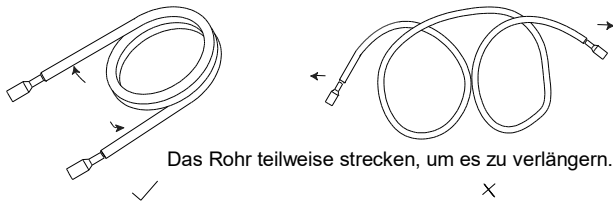

Abb. 10
- (2) Biegen Sie die Rohre nicht über 90°.
- (3) Bei mehrmaligem Biegen und Strecken der Rohre wird das Rohrmaterial hart, und ein weiteres Biegen oder Strecken wird schwieriger. Die Rohre höchstens dreimal biegen und strecken.
- (4) Biegen Sie die Rohre nicht, wenn die Wärmedämmung daran angebracht ist. Das Rohr würde sich eindrücken. Schneiden Sie die Wärmedämmung mit einem scharfen Messer an, wie im Bild 10 gezeigt, enthüllen Sie das Kältemittelrohr, und erst dann darf das Rohr gebogen werden. Bringen Sie die Wärmedämmung auf das im gewünschten Winkel gebogene Rohr wieder an, und befestigen Sie die Wärmedämmung mit Isolierband.